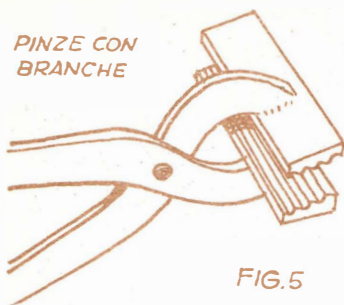

FIG. 5
- contemporaneamente alla inchiodatura dovrete tendere la tela in maniera da ottenerne una tensione sufficiente. Ciò lo farete con l'aiuto di semplici tenaglie o addirittura con speciali pinze con brache, che si trovano in commercio (fig. 5);